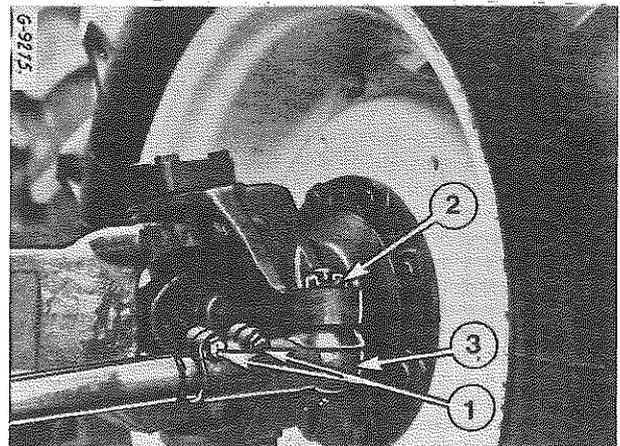

Figure 103
Desserrez les vis de fixation (1) Fig. 103. Otez l'écrou crénelé (2) et, suivant le cas, vissez ou dévissez la rotule (3) pour obtenir le pincement correct.